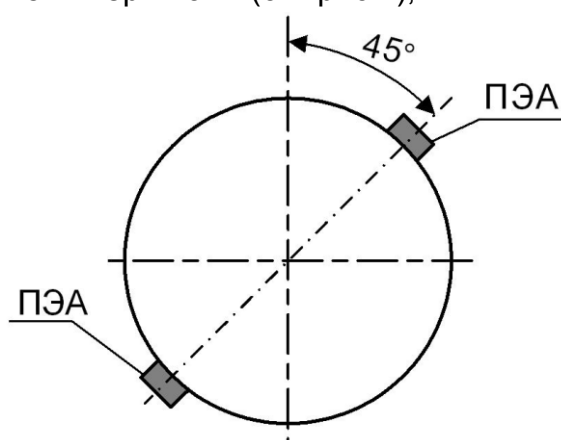

Рис.2. Рекомендуемое положение ПЭА на трубопроводе относительно вертикали.
- ПЭА рекомендуется устанавливать таким образом, чтобы плоскость, проходящая через оба ПЭА и ось трубопровода, находилась под углом около 45° к вертикали (см. рис.2);